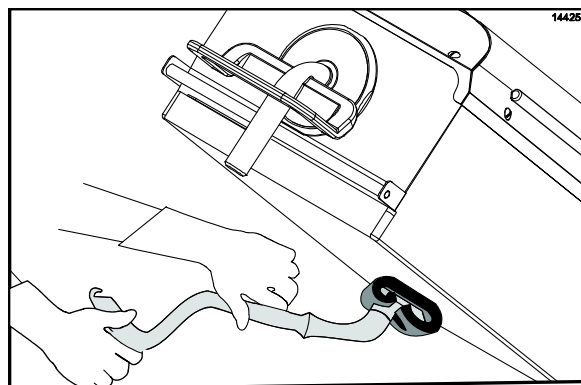

Figure 90
16. Appliquer le nettoyant pour grill aux surfaces des plaques en commençant par la plaque de droite et en terminant par la plaque de gauche (Cf. Figure 90).